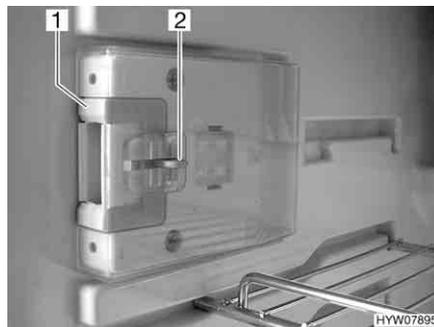
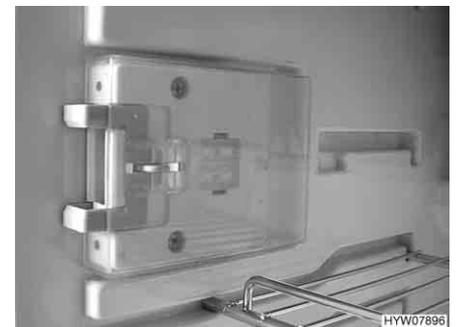

Fig. 197 Dispositivo de cierre en posición normal
Fig. 198 Dispositivo de cierre en posición de ventilación
■ Hundir el desbloqueo (Fig. 197,2).
■ Empujar el dispositivo de cierre (Fig. 197,1) hacia delante (Fig. 198).